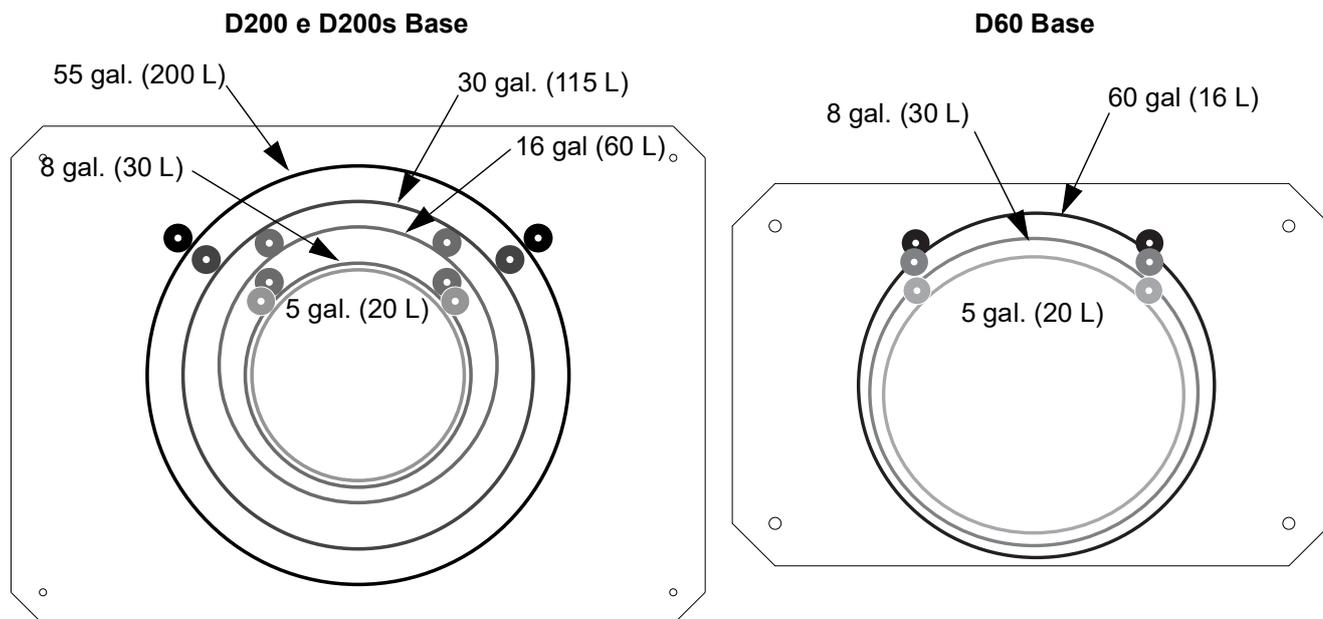

FIG. 19: Base do êmbolo
1. Localize o conjunto correto de orifícios de montagem na base do conjunto do êmbolo. Consulte a FIG. 19.